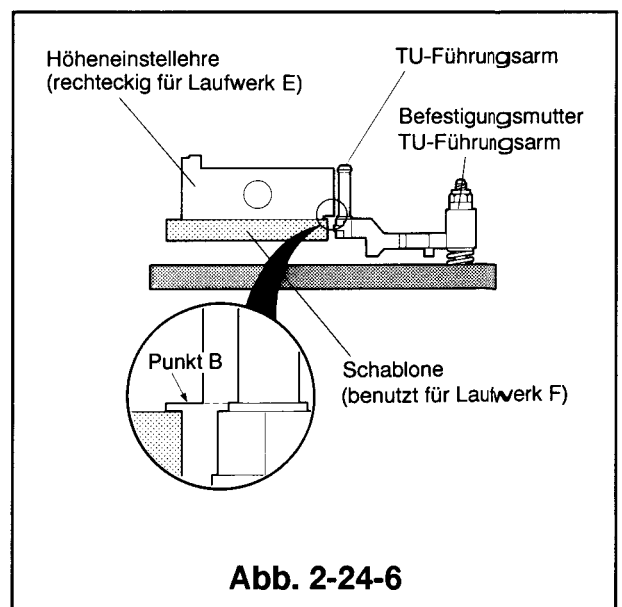

Abb. 2-24-6
- ① Die Höheneinstellvorrichtung (für das Laufwerk F) in die Bezugsposition auf der Hauptplatte bringen (siehe Abb.2-20-3). Die Befestigungsmutter des TU-Führungsarms soweit festziehen, bis der untere Flansch des TU-Führungsarms auf der Höhe des Punkts B der Höheneinstellehre (für das Laufwerk E) liegt. (Siehe Abb.2-24-6).